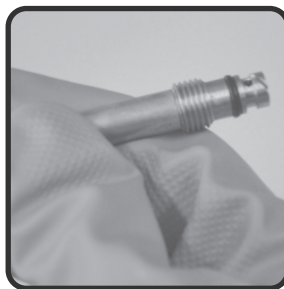

fig. 05
2. Verificar se o anel está danificado / gasto, conforme fig. 05.